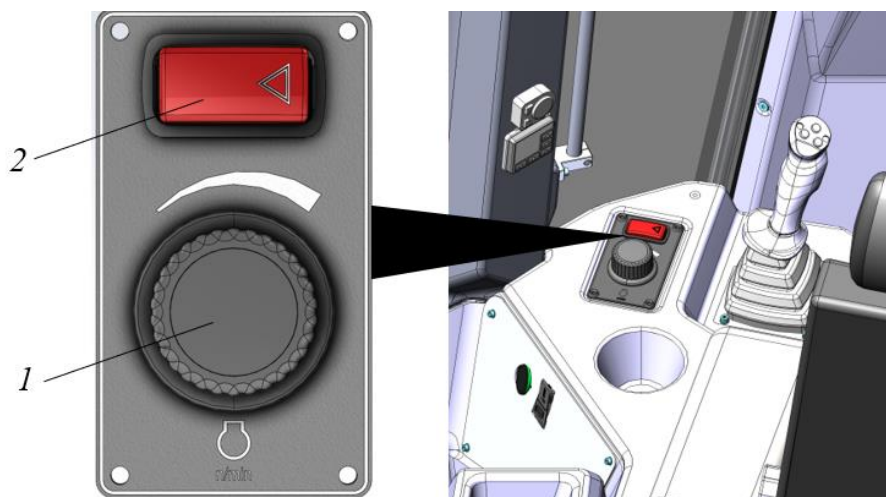

Рисунок 5.119. Левая тумба кабины оператора
Кнопка безопасности 1 расположена на левой тумбе кабины оператора, см. рис. 5.119. главный выключатель АКБ размещен в моторном отсеке с левой стороны по ходу движения машины.
- ▶ Проверить калибровку регулятора оборотов двигателя (поз. 2, рис. 5.119):